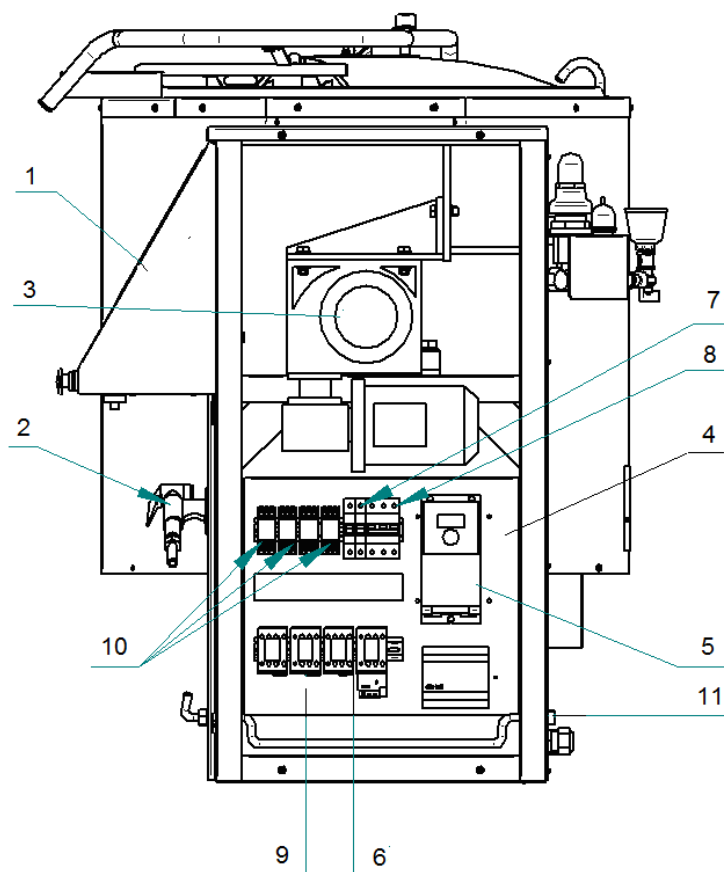

Рис. 4
Правая опорная стойка (рис. 4) состоит из каркаса с облицовкой. На каркасе установлены:
- панель управления (рис. 4 поз.1);
- душирующее устройство (рис. 4 поз. 2);
- мотор-редуктор опрокидывания варочного котла (рис. 4 поз. 3);
- щит монтажный (рис. 4 поз. 4), на нем установлены:
- регулятор частоты вращения миксера - преобразователь частоты (рис. 4 поз. 5);
- электропривод управления положения варочного сосуда (рис. 4 поз. 6);
- автоматический выключатель цепи управления QF1 (рис. 4 поз. 7);
- автоматический выключатель привода миксера и редуктора опрокидывания QF2 (рис. 4 поз. 8);